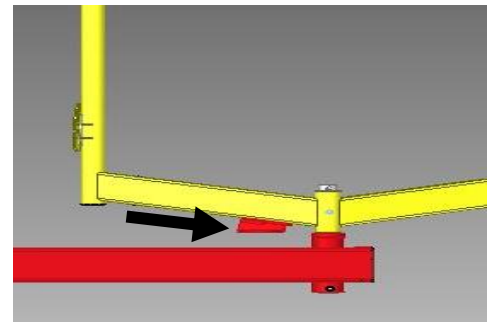

Abbildung 8
- Montieren Sie an der neu angebauten Striegelfeldgabel eine weitere Schweißbaugruppe KG12 mit den Schrauben M12x110 und den Muttern M12 sowie jeweils eine Scheibe M12 (Abbildung 8).